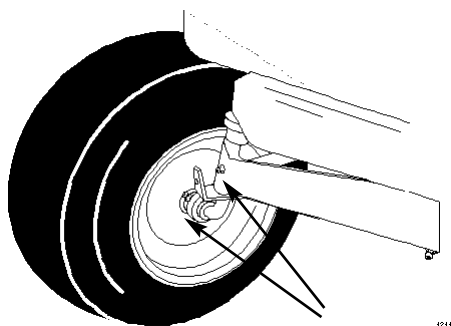

Bild 25
1. Solange Fett in die Vorderräder und Spindeln einpressen, bis es aus den Lagerungen hervorquellt (Bild 25).
2. Das Achsgelenk der Vorderachse abschmieren (Bild 25).